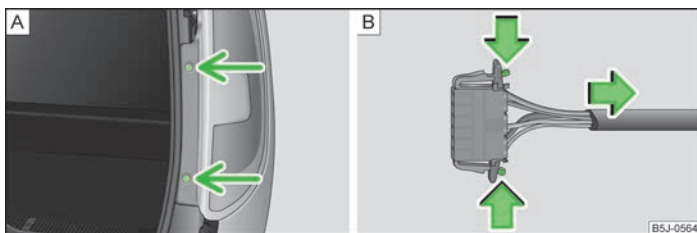

Fig. 151 Demontarea blocului optic spate / detașarea conectorului
- › Deșurubați lampa » fig. 151 - A.
- › Separați fișa electrică » fig. 151 - B.